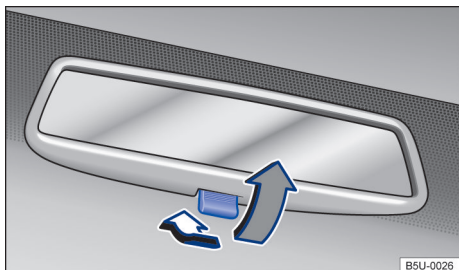

Fig. 68 No para-brisa: espelho retrovisor interno com antiofuscante manual.
- Posição noite: puxar a alavanca → Fig. 68 (seta cinza), para evitar o ofuscamento dos faróis dos veículos que trafegam atrás.